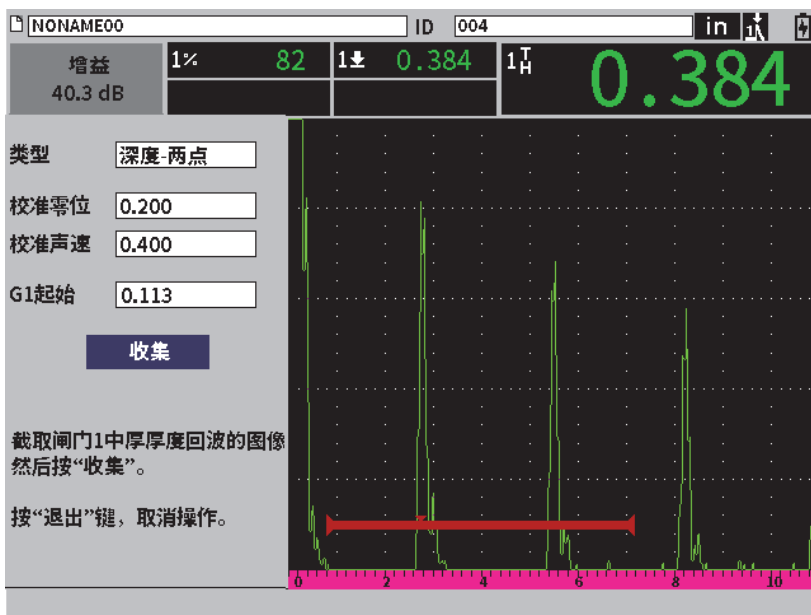

图 8-6 校准：准备好收集厚阶梯的回波
12. 按制表键，加亮显示**收集**按钮（参见第 113 页的图 8-6）。